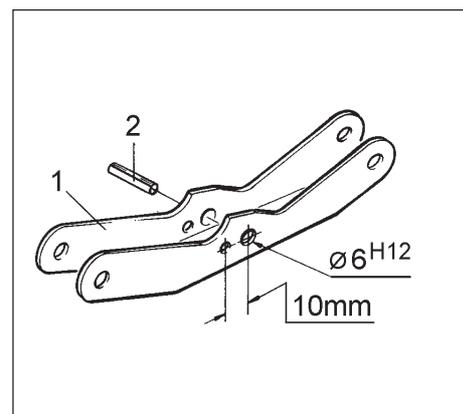

Fig. 26.61
- Spannhülse des Kipphebels (Fig. 26.61/1) entfernen
- Kipphebel nach Fig. 26.61 neu verbohren ($\text{Ø } 6^{\text{H}12}$ mm)
- neue Spannhülse 6 x 45, DIN 1481 (Fig. 26.61/2) in Kipphebel (Fig. 26.61/1) einschlagen